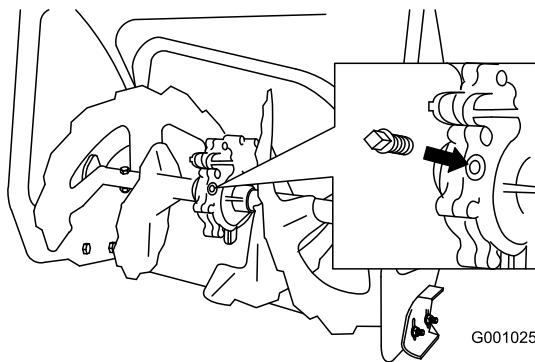

Figure 41
- Nettoyez la surface autour du bouchon de tuyau (Figure 41).